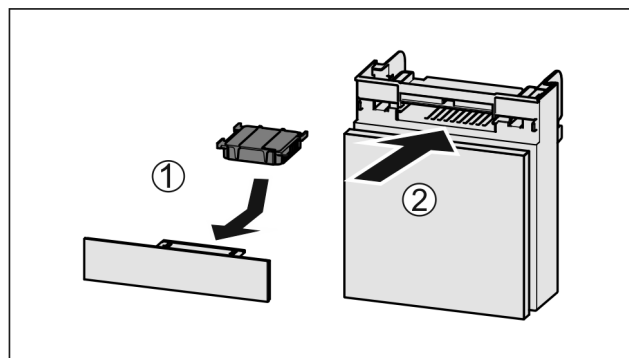

Fig. 173
- ▶ Insérer le filtre à charbon actif d'après le schéma Fig. 173 (1).
- ▶ Insérer le compartiment Fig. 173 (2).